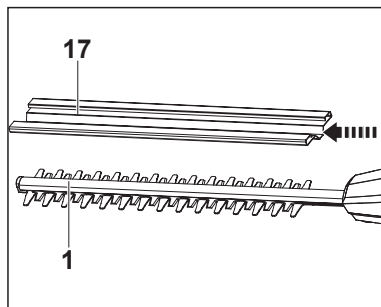

Fig. 2
1. Ôtez le protège-lame [17] de la lame [1] avant d'utiliser l'appareil (fig. 2).